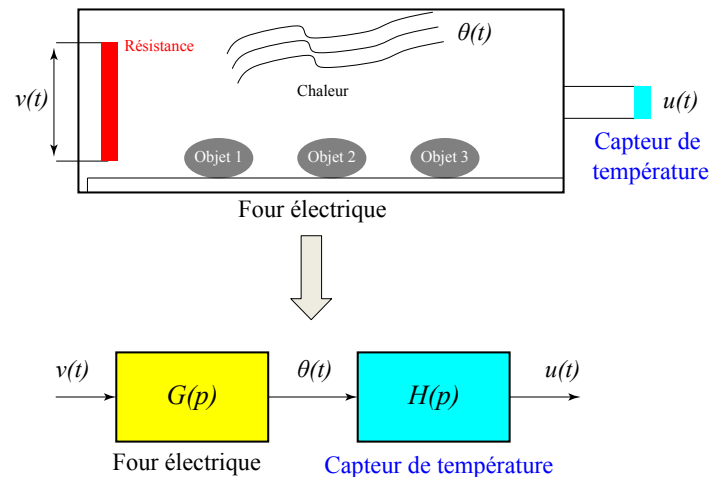

Рис. 1: Schéma simplifié du four électrique avec un capteur de température.
Un four électrique est conçu pour effectuer un traitement thermique sur des objets (Fig.1). Il est constitué d'une enceinte close chauffée par une résistance électrique alimentée par une tension électrique $v(t)$.
Un capteur de température est utilisé (voir Fig.1) pour réguler la température dans le four. Ce capteur délivre une tension électrique $u(t)$ qui dépend de la température $\theta(t)$ via l'équation différentielle du premier ordre suivante:
- 10- Programmer sur Simulink la fonction $G(p)$ et tracer sa réponse indicielle. Programmer ensuite la fonction $H(p)$ et la mettre en série avec la fonction $G(p)$ tel que représenté dans Fig. 1. Tracer la réponse indicielle du système $G(p)H(p)$ et la comparer avec celle de la fonction $G(p)K_2$. Conclure.
→ Indication: Il est possible de tracer la fonction échelon d'amplitude n en utilisant la fonction *impulse(n/p)*. Par ailleurs la fonction *hold on* permet de superposer deux ou plusieurs courbes. Exemple: `figure(1); step(G1); hold on; step(G2); hold on; step(G3)` permet de superposer les réponses indicielles des systèmes G_1 , G_2 et G_3 sur la figure 1.